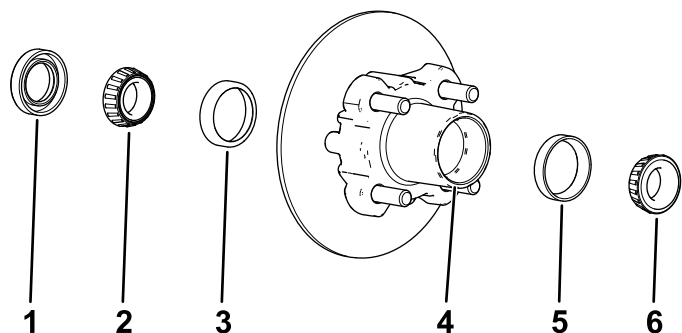

Figura 31
1. Retire el cojinete exterior del cubo (Figura 31).
2. Retire la junta y el cojinete interior del cubo (Figura 31).
5. Limpie el hueco del cubo para eliminar cualquier resto de grasa, suciedad y residuos (Figura 31).
7. Llene el hueco del cubo hasta un 50 a 80% de su capacidad con la grasa especificada (Figura 31).
8. Monte el cojinete interior sobre el anillo en el lado interior del cubo e instale la junta (Figura 31).